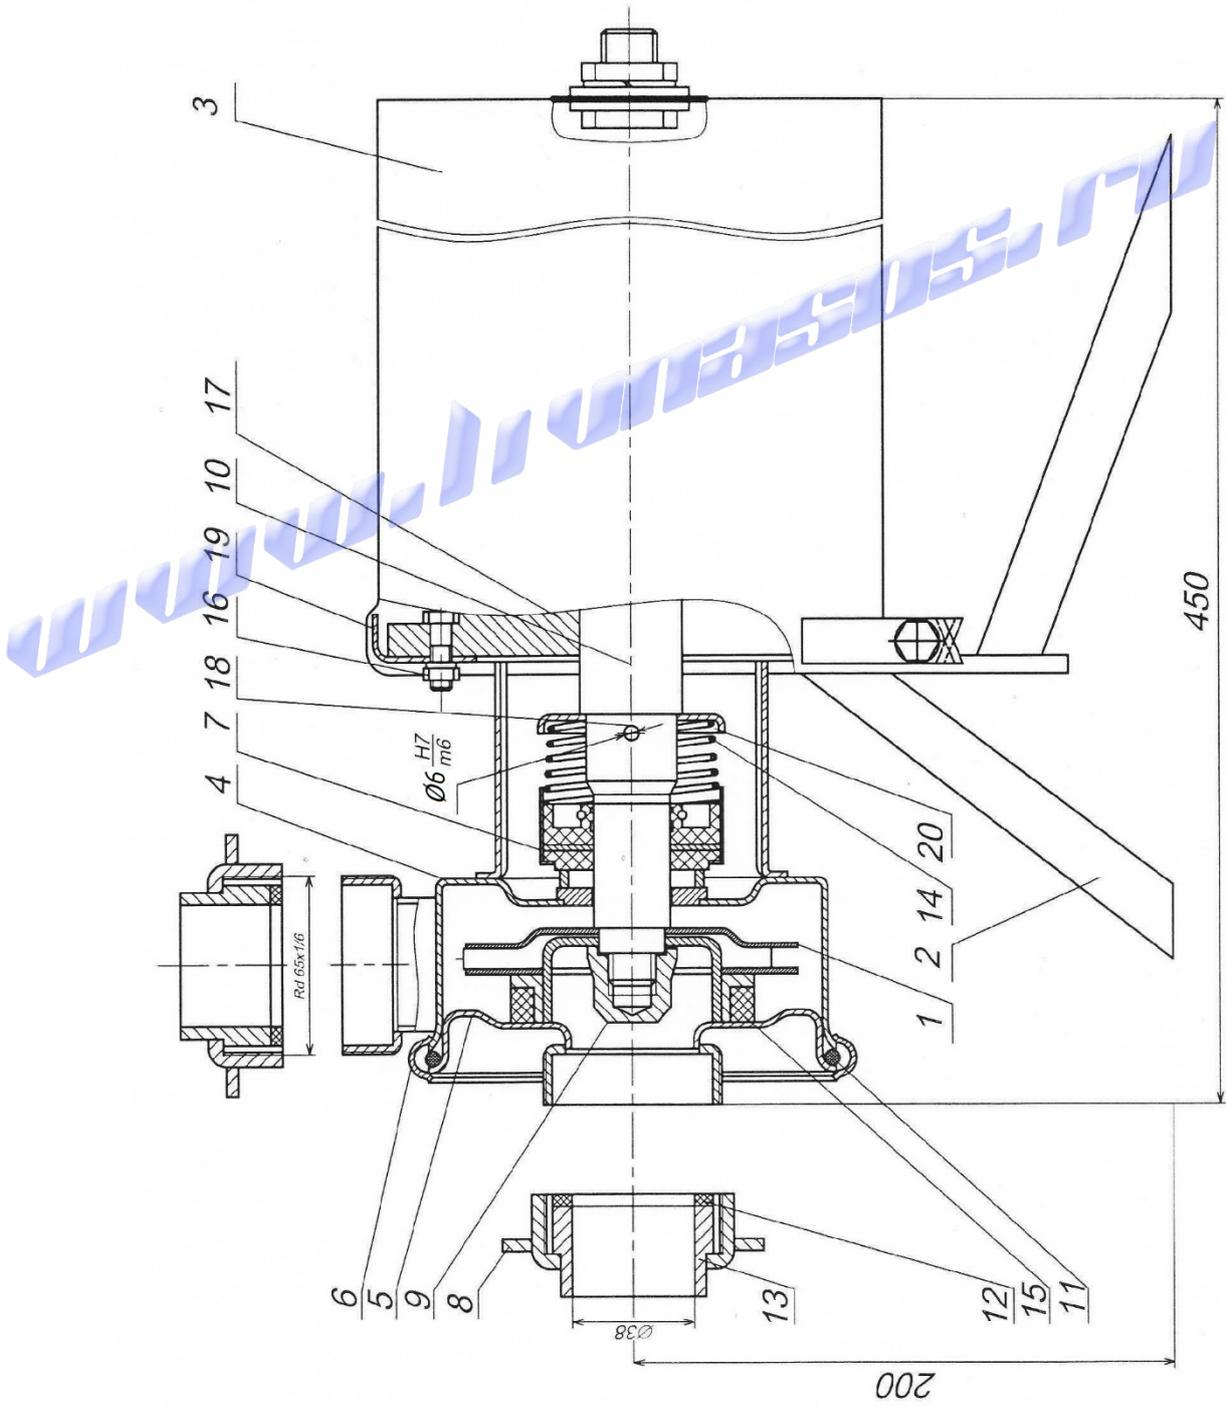

Рис.2
2. Присоединительная арматура 8, 12, 13 (рис.2) по согласованию с заказчиком.
Основные узлы насоса (см. рис. 2): корпус насоса 4, опора 2, рабочее колесо 1. На периферии корпуса насоса приварен вертикально расположенный выходной патрубок. К корпусу насоса с помощью зажимного кольца 6 прижимается крышка насоса 5. Резиновое кольцо 11 служит для уплотнения рабочей камеры насоса, образуемой корпусом и крышкой насоса. Крышка насоса имеет в центре резьбовой штуцер, к которому посредством накидной гайки 8 крепится в горизонтальном положении всасывающая труба с приваренным к ней ниппелем 13. Кольцо 15 служит для уплотнения зазора в соединении и уменьшения перетока жидкости.
5.5 При поставке насоса без электродвигателя необходимо собрать электронасос, придерживаясь указанного ниже технологического процесса (см. рис.2).
В процессе эксплуатации необходимо следить за состоянием торцового уплотнения вала насоса. В уплотнении допускается пропуск жидкости не более 10 капель в минуту. Если течь будет больше указанной, то это свидетельствует об износе поверхности А втулки торцового уплотнения 7 (см. рис.2). Для восстановления уплотнения насос разобрать в следующей последовательности: отсоединить от всасывающего и нагнетательного трубопроводов, вскрыть коробку и отсоединить провода от электродвигателя, снять зажимное кольцо 6 и крышку насоса 5, отвернуть гайку 9 и снять колесо 1, отвернуть четыре гайки 16 и снять корпус насоса 4. Поверхность А считается изношенной при высоте рабочего буртика менее 0,6 мм, при этом узел уплотнения следует заменить новым,
Если при контрольном перекачивании жидкости течь не превышает допустимой (10 капель в минуту), уплотнение считается работоспособным. Надежная долговечная работа уплотнения обеспечивается качеством обработки и чистотой содержания контактируемой поверхности А втулки (см. рис.2) и кольцевой поверхности корпуса насоса 4, а также состоянием резины сальника и пружины 14.